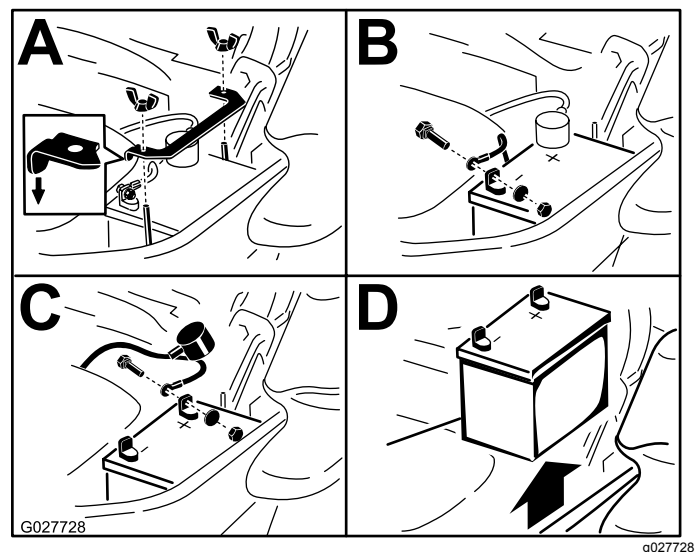

Figura 51
3. Desconecte el cable negativo (negro) de la batería del borne negativo (-) de la batería (Figura 51).
4. Retire el protector de borne rojo del borne positivo (+) de la batería y retire el cable positivo (rojo) (Figura 51).
5. Retire la tuerca de orejeta que sujeta la abrazadera de la batería (Figura 51).
6. Retire la abrazadera (Figura 51).
7. Retire la batería (Figura 51).
1. Coloque la batería en la bandeja, con los bornes frente al depósito de aceite hidráulico (Figura 51).
4. Fije los cables con 2 pernos, 2 arandelas, y 2 contratueras (Figura 51).
6. Instale la abrazadera y sujétela con la tuerca de orejeta (Figura 51).